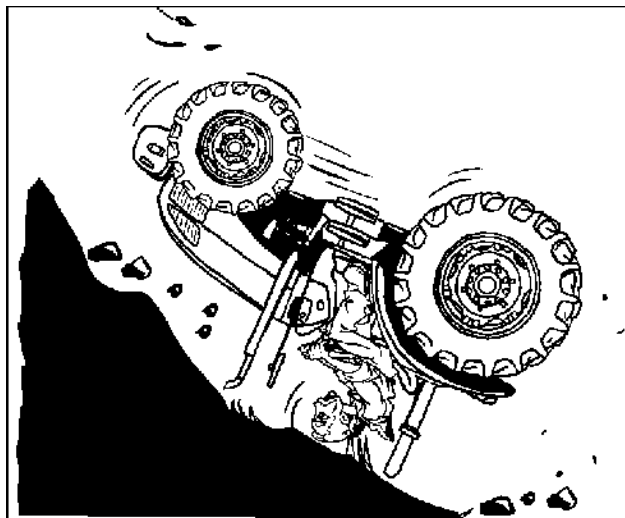
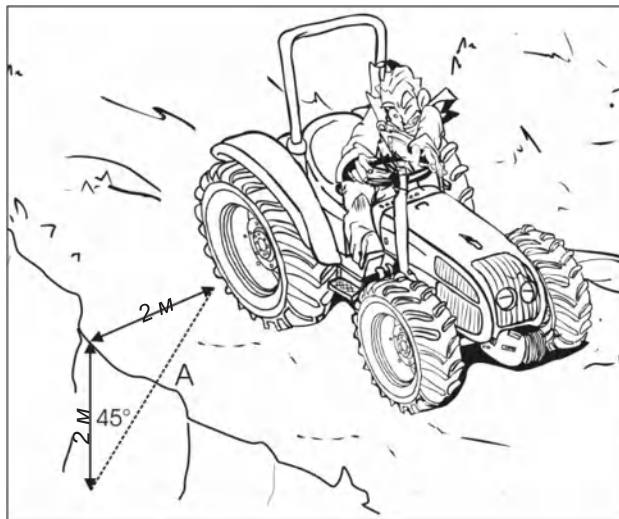

Рис. 2-26
Рис. 2-27
- При работе рядом с канавами или берегом водоема трактор должен всегда находиться за пределами линии возможного осыпания (А, рис. 2-26). Избегайте работы вблизи канав, насыпей и берегов рек, которые могут обрушиться (рис. 2-27). [2.v]